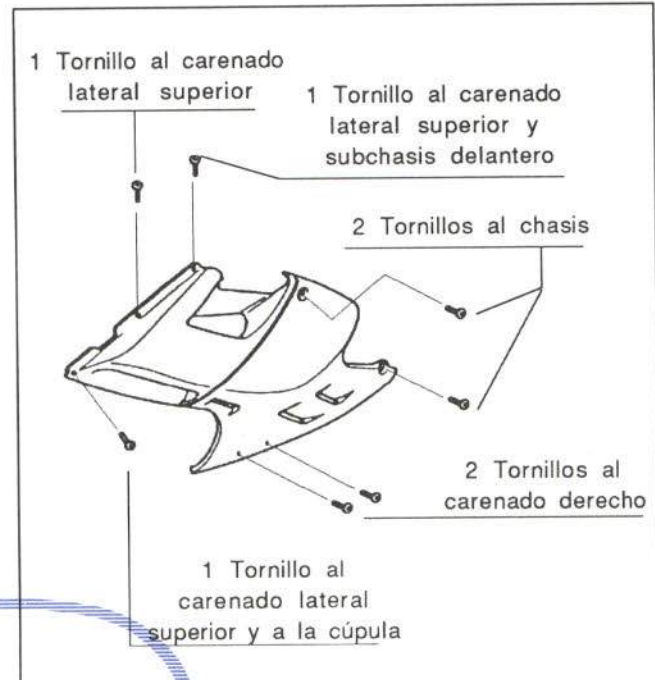

Figura 15.- Unión del carenado lateral inferior
En la figura 15 se detalla la unión de esta pieza.
- Carenado inferior (figura 15)